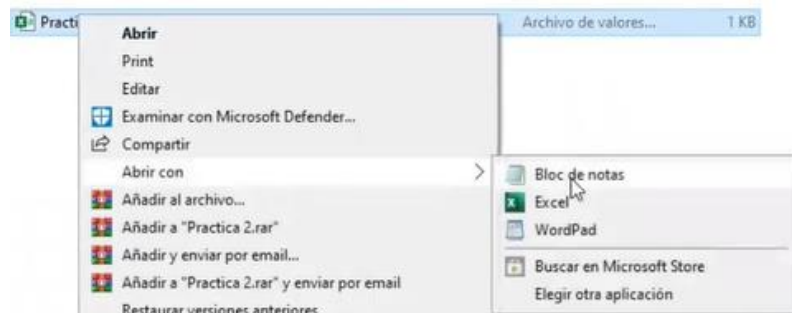

Figura 167. Block de notas.
18. Abrir la carpeta donde se encuentra el archivo, seleccionarlo con clic derecho y buscar la opción “Abrir con Bloc de notas”. Figura 167.